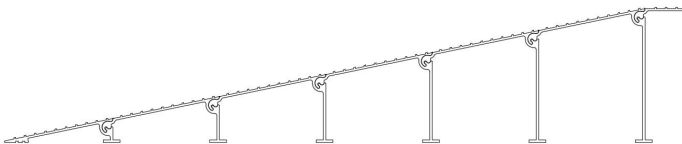

FIG1
- (1) Avant de commencer l'installation, veuillez porter des gants pour protéger vos mains.
- (2) Choisissez un emplacement d'installation approprié, en vous assurant que le sol est plat et ferme.
- (3) Alignez et imbriquez chaque section de la rampe jusqu'à ce que toutes les pièces soient uniformes.
- (4) En commençant par l'extension de 1", installez les extensions de seuil dans l'ordre indiqué (FIG. 1) jusqu'à ce que la hauteur finale soit atteinte. Rassemblez les extensions de seuil à un angle d'environ 45°, puis faites-les pivoter en place une fois l'ampoule insérée dans la fente .